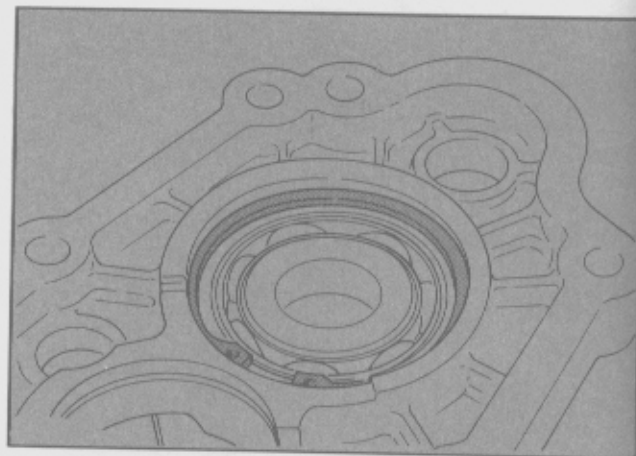

Fig. 26 - Ubicación del cojinete en la tapa intermedia.
- Instalar el cojinete del eje principal en la tapa intermedia y asegurarlo con el anillo de retención (Fig. 26).